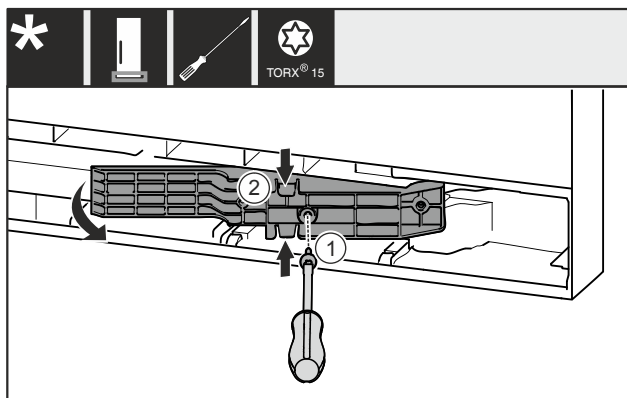

Fig. 12 \*
- ▶ Odstraňte šroub Fig. 12 (1)\*
- ▶ Adaptér Fig. 12 (2) nahore a dole mírně stlačte k sobě a vytáhněte.\*